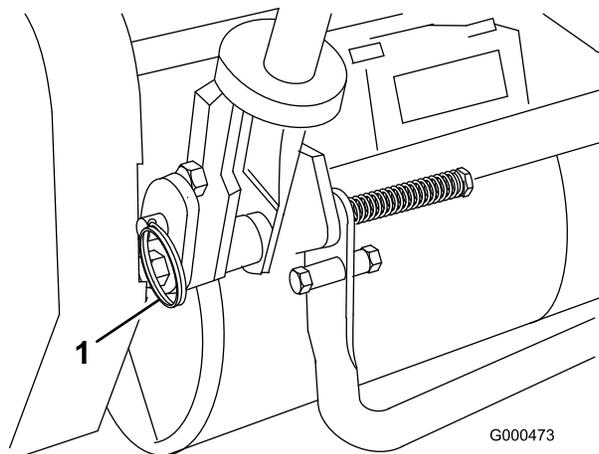

Figura 11
1. Retire las chavetas de los pasadores de anilla en cada lado del cortacésped (Figura 11).
2. Sujetando el manillar, retire los pasadores de anilla de cada lado y suba o baje el manillar a la posición de operación deseada (Figura 11).